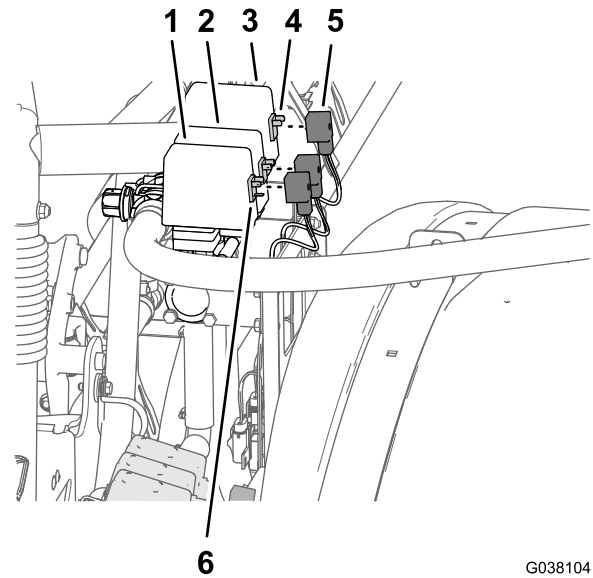

Bild 7
5. Nehmen Sie den Dreikontaktanschluss des Kabelbaums vom Ventil ab (Bild 7).
4. Entfernen Sie die Schraube, mit dem der Dreikontaktanschluss des Kabelbaums, der mit MASTER SPRAY VALVE beschriftet ist, am rechten Hauptsprühventil befestigt ist (Bild 7).